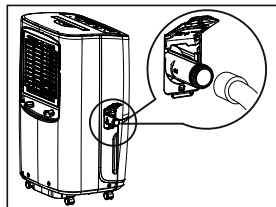

fig. 7
c. Atornille la manguera de jardín en la parte roscada del conector de drenaje. (fig.7)